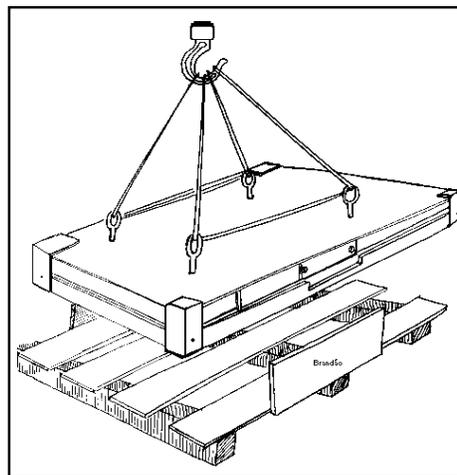

Figura 2
5. Engate em seguida o cabo de aço no gancho de sua ponte rolante (ou talha elétrica ou guindaste, etc) e cuidadosamente levante a plataforma. Esta se soltará automaticamente do engradado. (Figura 2)